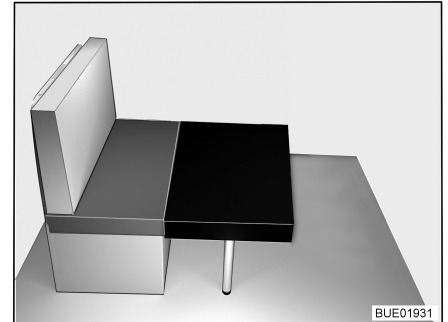

Bild 36 Ombyggnad (1)
- Placera den lilla extra dynan framför sittdynan på sittbänken på bordet (se Bild 36).